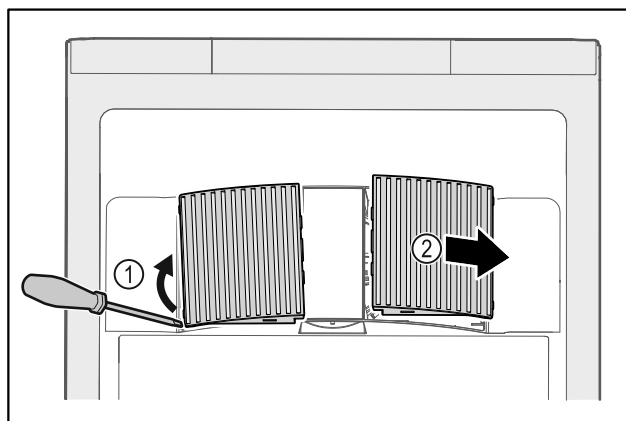

Fig. 200
- ▶ Ostrożnie podważyć osłony wentylatora z boku Fig. 200 (1) i zdjąć do przodu Fig. 200 (2).